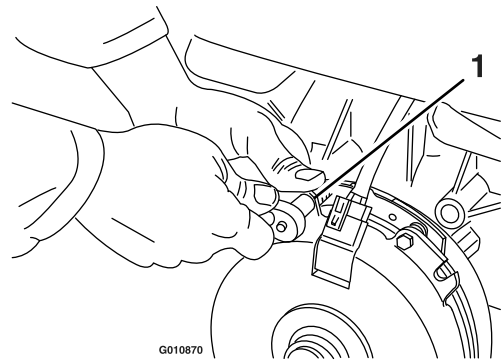

Figure 75
- A. Desserrez les boulons de fixation du frein de $\frac{1}{2}$ tour à 1 tour, comme montré à la Figure 75.